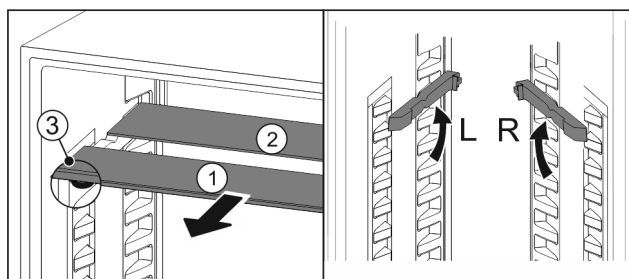

Fig. 20
- ▶ Retire las planchas de cristal individualmente hacia delante Fig. 20 (1).
- ▷ La placa de vidrio Fig. 20 (1) con moldura está situada delante.
- ▷ Los topes Fig. 20 (3) miran hacia abajo.